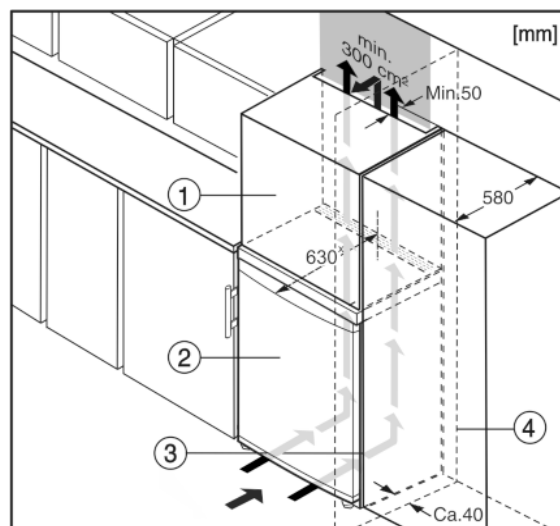

Fig. 5
- (1) Szafka nasadzana
- (2) Urządzenie
- (3) Szafka kuchenna
- (4) Ściana
Urządzenie może zostać obudowane szafkami kuchennymi. Aby dopasować urządzenie *Fig. 5 (2)* do wysokości ciągu szafek kuchennych, można nad urządzeniem umieścić szafkę nasadzaną *Fig. 5 (1)*.
W przypadku obudowania szafkami kuchennymi (głębokość maks. 580 mm) urządzenie można ustawić bezpośrednio obok szafki kuchennej *Fig. 5 (3)*. Urządzenie wystaje z boku o 34 mm * i na środku urządzenia o 50 mm * w stosunku do frontu szafek kuchennych.
Jeżeli urządzenie będzie ustawiane z zawiasami do ściany *Fig. 5 (4)*, to pomiędzy urządzeniem i ścianą należy zachować minimalny odstęp, wynoszący 40 mm. Na taką odległość wystaje klamka przy otwartych drzwiach.